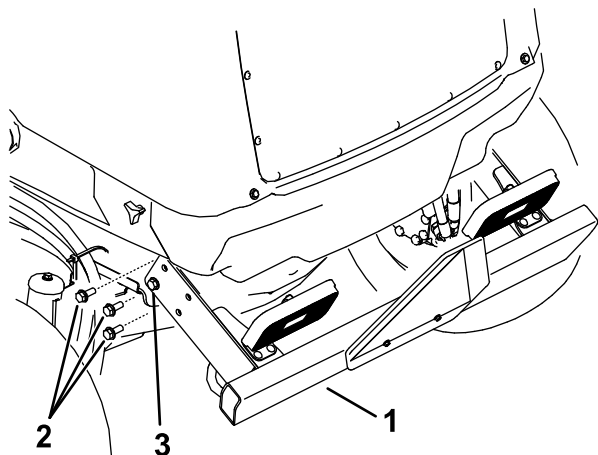

図 110
2. 後バンパーの左右それぞれの側から 図 110 のように、フランジナット 3 個を取り外す。
ランジねじ全部を締め付ける図 110。